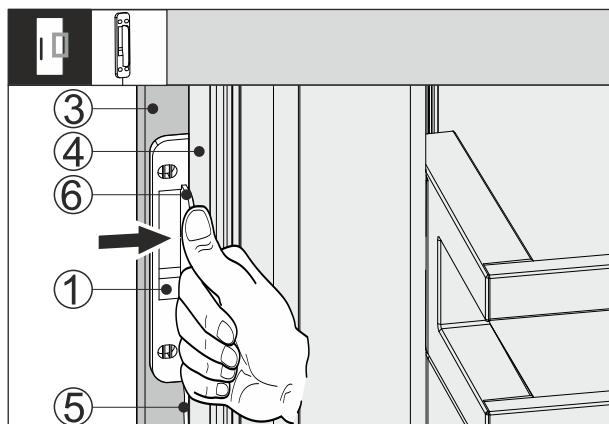

Fig. 66
- ▶ Posuňte snímač klopania Fig. 66 (1) medzi prednou časťou nábytku Fig. 66 (3) a dverami zariadenia Fig. 66 (4) tak, aby bol kábel Fig. 66 (5) zláhka napnutý. Doraz Fig. 66 (6) snímača klopania prilieha k dverám zariadenia Fig. 66 (4).
- ▶ Pritlačte snímač klopania Fig. 66 (1) k prednej časti nábytku Fig. 66 (3).
- ▶ Snímač klopania Fig. 66 (1) je prilepený. Prilepenie snímača klopania optimalizuje prenos signálu klopania.
- Trvalá fixácia snímača klopania Fig. 66 (1) predlžuje životnosť.
- ▶ Priskrutujte snímač klopania Fig. 66 (1) pomocou dodaných skrutiek na prednú časť nábytku Fig. 66 (3).